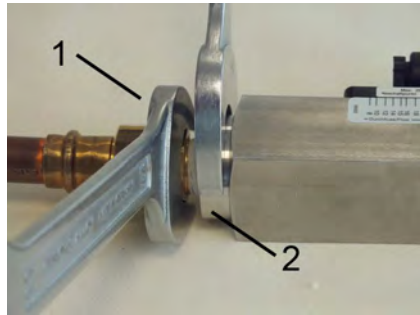

Abb. 11: Gerät einschrauben
- Übergangverschraubung (Abb. 11/1) unter Gegenhalten der Verschraubung (Abb. 11/2) des Gerätes weiter eindrehen, bis die Verbindung dicht ist